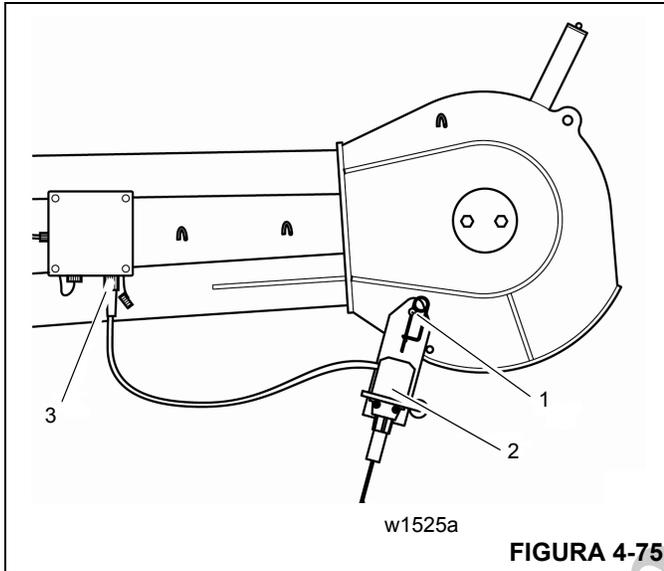

FIGURA 4-75
- Ponga el interruptor limitador de elevación (3) en el sujetador (4) y fíjelo con un pasador de retención.
- Retire el enchufe cortocircuitador (2) del receptáculo (1).
- Conecte el interruptor limitador de elevación al receptáculo (1).
- Al quitar el aparejo debe insertar el enchufe cortocircuitador (2) de nuevo en el receptáculo (1).
- Coloque el interruptor limitador de elevación (2) en el grillete (1) y fíjelo con un pasador de retención (Figura 4-75).
- Conecte el interruptor limitador de elevación al receptáculo (3).
- Cuando esté almacenando, cierre el receptáculo (3) con la tapa protectora.